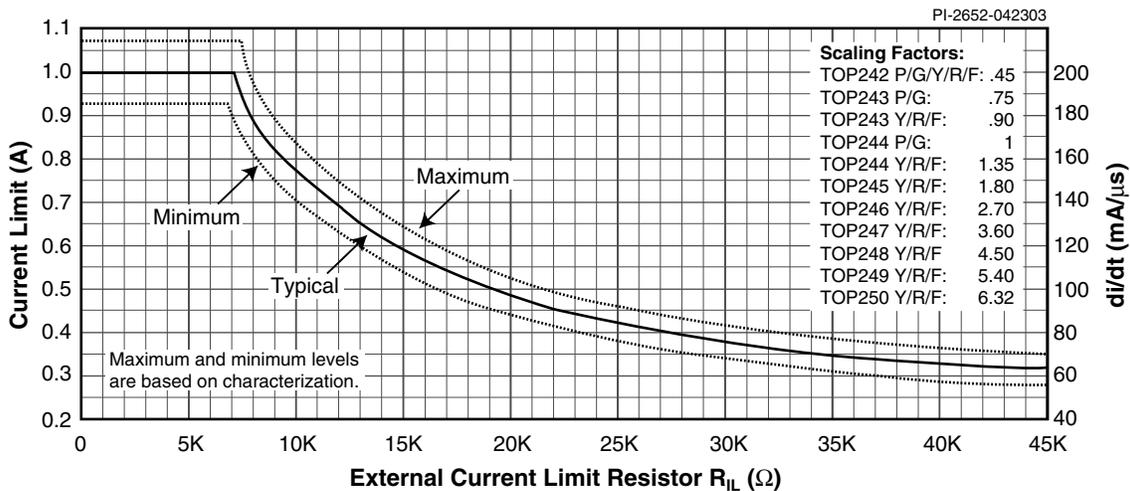

图 54b. 流限随外部流限阻抗的变化（见图55a和56a关于TOP245P/G和TOP246P/G）
- C. 外部调节流限时, 请参考典型性能特性一节中的图54b、55b及56b (流限与外部流限电阻)。所列明的容差仅在工作在最大限流点处有效。